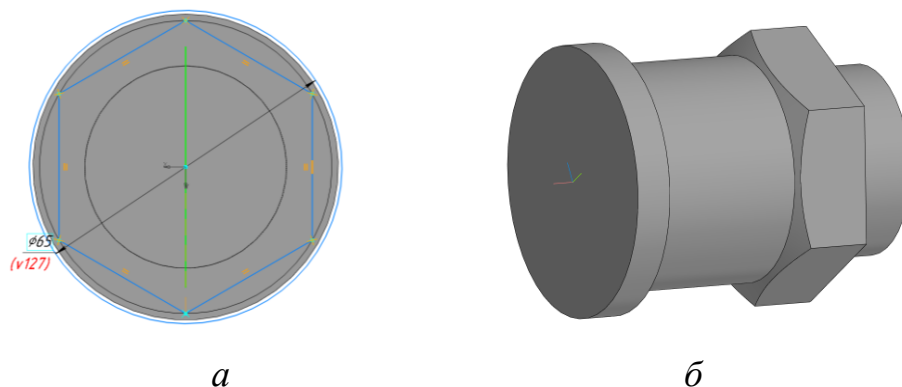

Рис. 8 Построение шестигранника: *а* – Эскиз, *б* – команда «Элемент выдавливания»
- **Инструменты эскиза – Геометрия – Многоугольник.** Параметры команды Многоугольник: количество вершин – 6, центр многоугольника – Начало координат (0, 0, 0), способ построения – По описанной окружности диаметра 63,5 мм; геометрические ограничения – Выравнивание вершины шестиугольника по вертикали (рис. 8).
Для корректной работы программы КОМПАС, необходимо добавить в данный эскиз элемент – окружность диаметра большего, чем 63,5 мм, например 65 мм (см. рис. 8).
- **Твердотельное моделирование – Элементы тела – Элемент выдавливания.** Параметры команды Элемент выдавливания 2: результат – Вычитание, сечение – Эскиз 2, направляющий объект – Эскиз 2, способ выдавливания – До объекта или На расстояние (рис. 8).